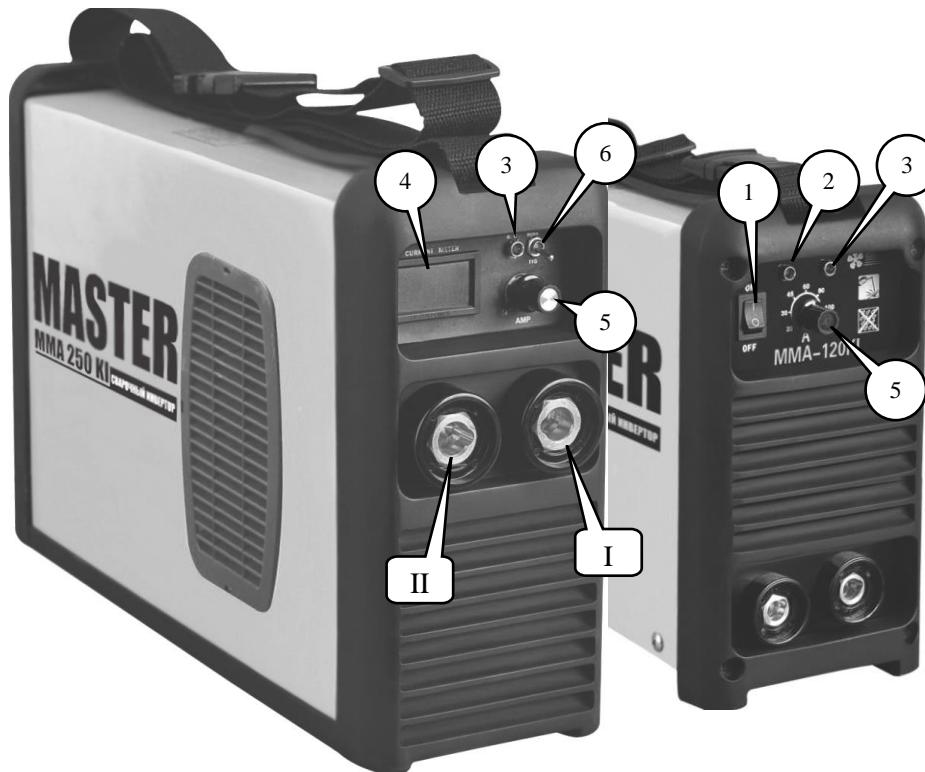

Рис. 1. Расположение органов управления и индикации
- Подключить силовой разъем держателя электродов к разъему I (-) сварочного аппарата (Рис. 1).
- Подключить силовой разъем держателя электродов к разъему II (+) сварочного аппарата (Рис. 1) .
- Подключить силовой разъем горелки к разъему I (-) сварочного аппарата (Рис. 1).